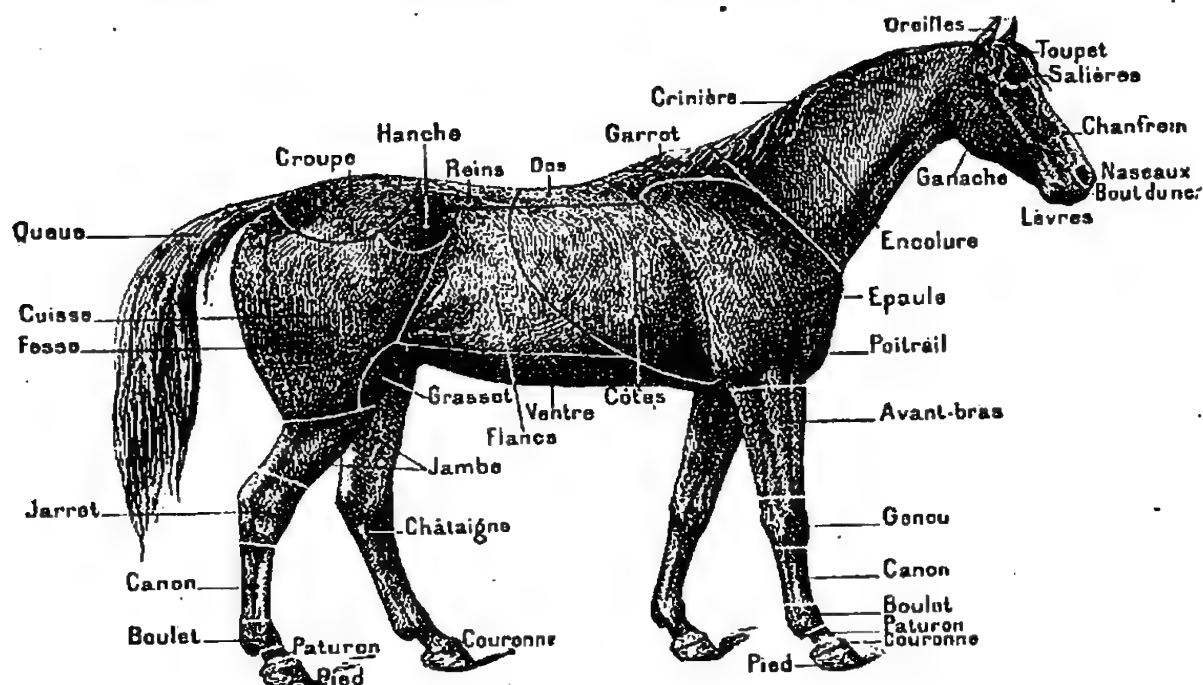

Fig. 439. — Le cheval (détails anatomiques).
**2. Le cheval.** — Le cheval (fig. 439) est un mammifère herbivore à estomac simple, dont le pied n'a qu'un sabot (Voir 29e leçon). Le cheval